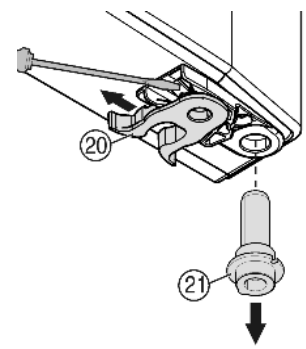

Fig. 10
- ▶ переставить пружинный зажим Fig. 10 (20): Нажмите вниз язычок защелки, снимите с него пружинный зажим.
- ▶ Извлеките опорный палец Fig. 10 (21) из втулки двери и вставьте вместе с шайбами на противоположную сторону. Язычок защелки должен быть направлен к внутренней стороне двери, паз — к внешней стороне.
- ▶ Поверните нижнюю часть двери и вставьте опорный палец Fig. 10 (21) в опорный кронштейн. При необходимости покрутите опорный палец, чтобы он смог заскочить.